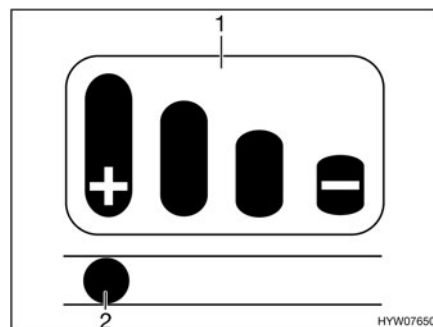

Fig. 177 Témoin d'usure
Un témoin d'usure (Fig. 177) avec diagramme à bâtons (Fig. 177,1) figure sur la poignée d'attelage.
- Quand la goupille (Fig. 177,2) dans le trou oblong se trouve sur la marque avec le signe "+", les garnitures de friction sont encore à l'état neuf.